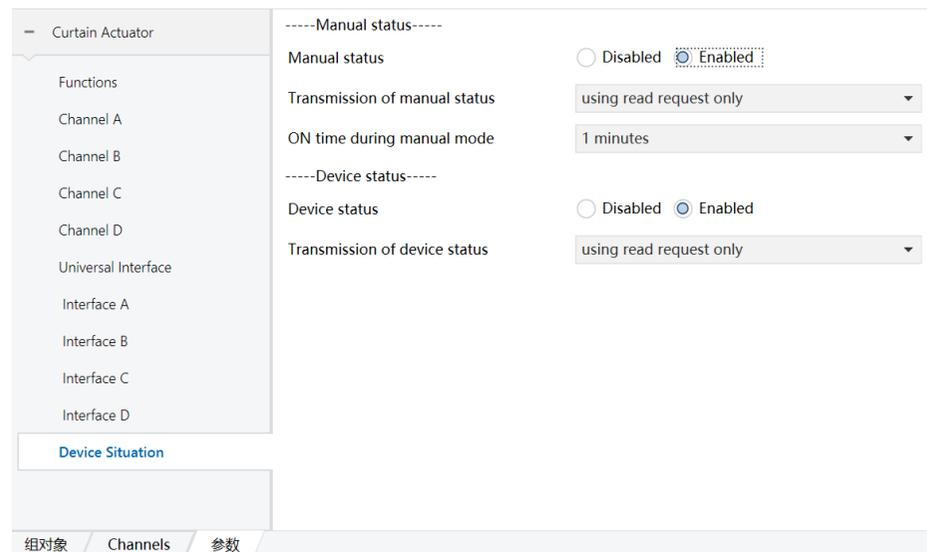

图 6.3.1
1) 单击 “Device Situation” (设备情况), 出现如图 6.3.1 所示参数: